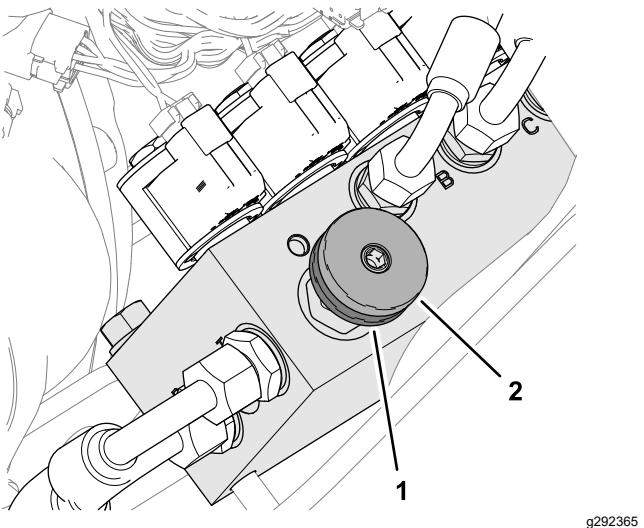

Figura 37
in cui si opera, ruotando la rotella di trasferimento del peso (Figura 37) nel modo seguente:
1. Allentate il dado di bloccaggio della valvola girandolo di 1/2 giro in senso antiorario e mantenetelo in questa posizione (Figura 37).
2. Ruotate la rotella della valvola (Figura 37) in senso antiorario al fine di ridurre il trasferimento di peso oppure in senso orario per aumentarlo.